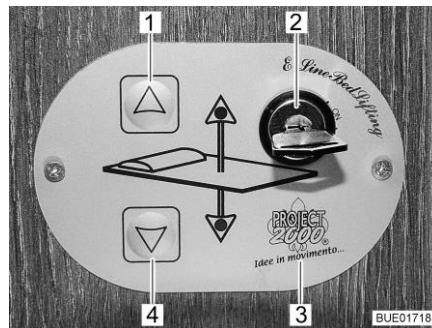

Bild 137 Bedienteil
Mit den Tasten (Bild 137,1 und 4) auf dem Bedienteil (Bild 137,3) wird das Hubbett abgesenkt oder angehoben. Mit dem Schlüsselschalter (Bild 137,2) wird das Bedienteil gegen unbefugte Benutzung gesichert.
- Schlüssel im Schlüsselschalter (Bild 137,2) um 90° im Uhrzeigersinn auf Stellung "On" drehen. Das Bedienteil (Bild 137,3) ist aktiviert.
- Pfeiltaste (Bild 137,4) drücken und so lange gedrückt halten, bis das Hubbett in die gewünschte Position nach unten gefahren ist.
- Pfeiltaste (Bild 137,1) drücken und so lange gedrückt halten, bis das Hubbett in die Endstellung nach oben gefahren ist.
Wenn sich das Hubbett mit den Pfeiltasten (Bild 137,1 und 4) nicht mehr bewegen lässt, zuerst die Sicherungen prüfen (siehe Abschnitt 9.1.1.1). Wenn die Sicherungen in Ordnung sind und sich das Hubbett trotzdem nicht bewegen lässt, kann das Hubbett manuell bedient werden.